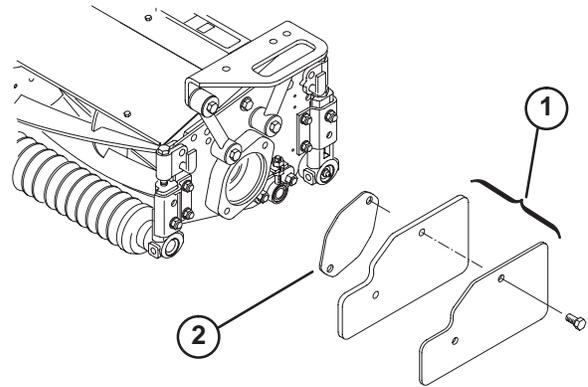
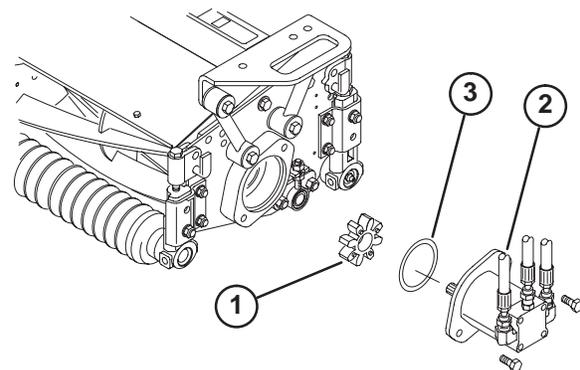

Figure 22
Figure 23
2. Déposez les masses et le joint (Fig. 22) depuis l'intérieur du plateau de coupe droit. Retirez l'obturateur du logement de roulements à l'extrémité extérieure du plateau de coupe droit et posez les masses et le joint. Repérez l'accouplement en étoile (Fig. 23) expédié dans le logement de roulement.